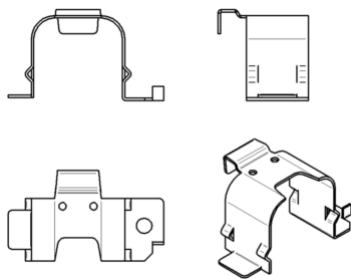

图 6.4.9 创建基本视图
(3) 在“图纸视图创建向导”对话框 **图纸视图布局** 区域确认  按钮、 按钮、 按钮和  按钮处于按下状态，然后单击 **完成(F)** 按钮。
(4) 在“视图向导”命令条中 **2:1** 的下拉列表中选择 **1:2**。将鼠标放在图形区，会出现视图的预览，选择合适的放置位置单击以生成基本视图，然后将视图的位置进行调整，结果如图 6.4.9 所示。